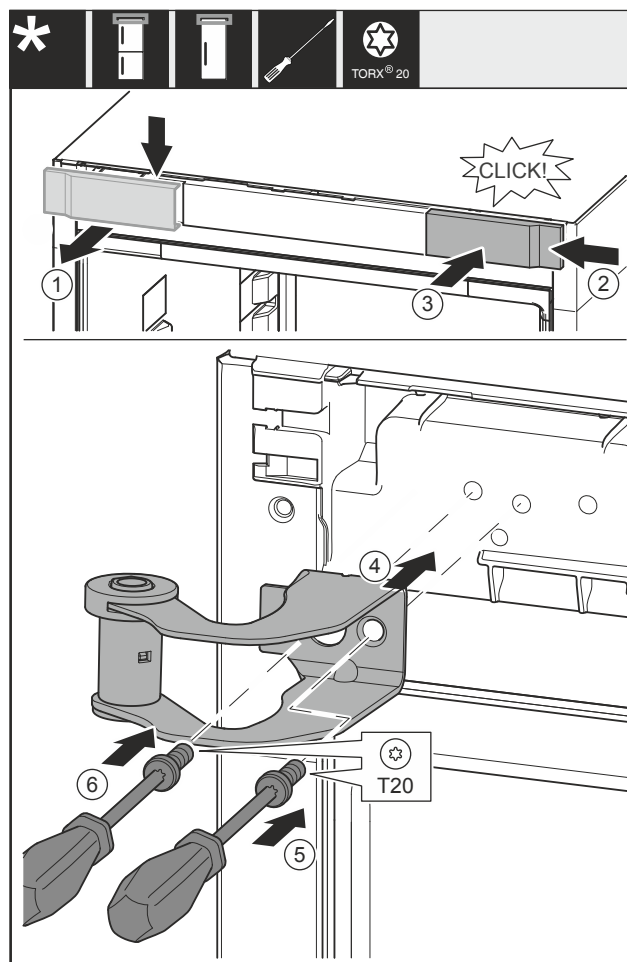

Fig. 36
- ▶ Detașați capacul Fig. 36 (1) de sus spre înainte.
- ▶ Acroșați pe cealaltă parte din dreapta capacul Fig. 36 (2) rotit cu 180°.
- ▶ Fixați capacul Fig. 36 (3) în poziție.
- ▶ Aplicați suportul de lagăr superior Fig. 36 (4).
- ▶ Strângeți ferm șurubul Fig. 36 (5).
- ▶ Strângeți ferm șurubul Fig. 36 (6).